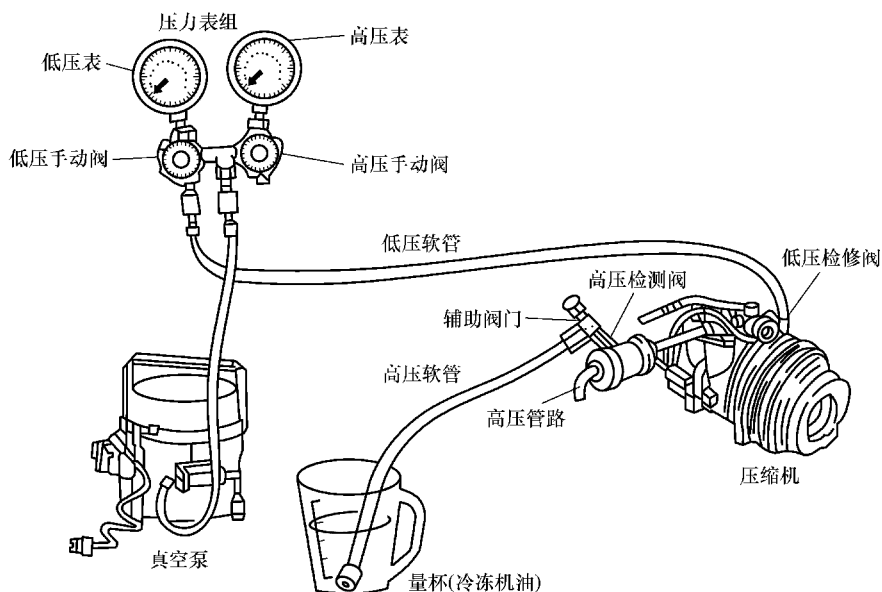

图 22-3 从量杯吸入冷冻机油
- 3) 关闭高压手动阀及辅助阀门, 将高压软管一端从歧管压力表组上卸下, 并插入量杯中, 如图 22-3 所示。